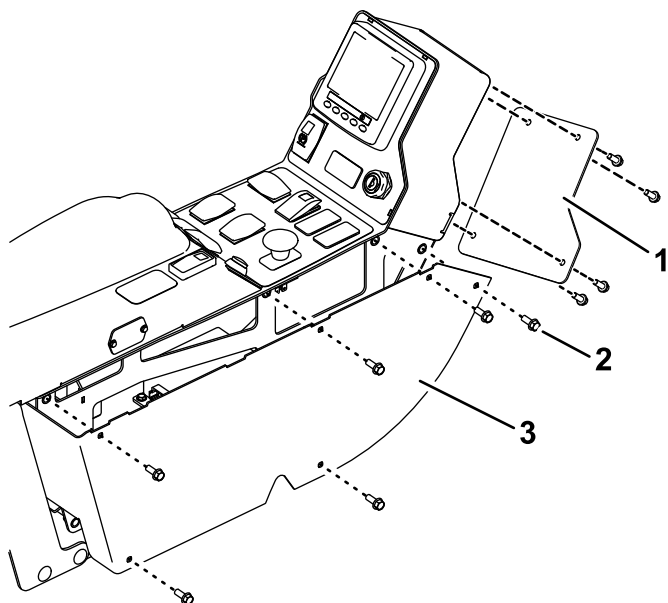

Figura 3
1. Retire os seis parafusos do painel lateral e retire o painel lateral da consola (Figura 3).
2. Retire os quatro parafusos do painel traseiro e retire o painel traseiro da consola (Figura 3).
3. Utilize os parafusos previamente removidos para instalar os painéis traseiro e lateral na consola (Figura 3).